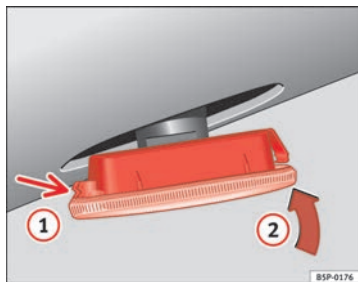

Abb. 191 Seitlicher Blinker
⇒ Abb. 191, Pfeil ①.
- Setzen Sie die Lampe in Richtung Pfeil ② ⇒ Abb. 191 ein. ■